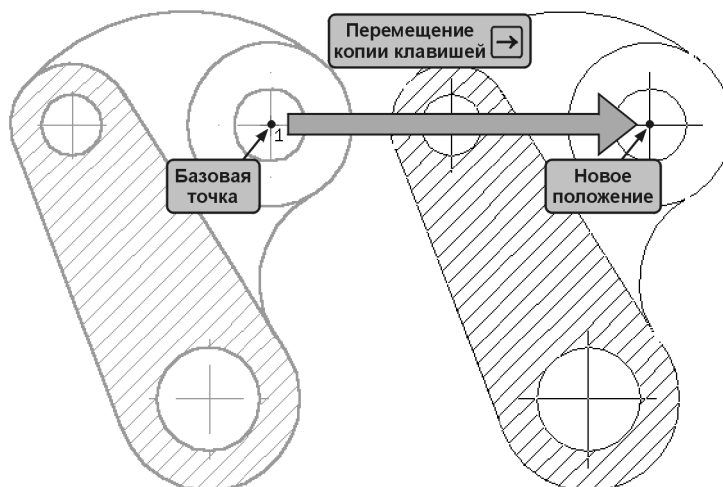

Рис. 14.7. Копирование детали
- 1.4. В ответ на запрос системы **Укажите базовую точку выделенных объектов или введите координаты** поместите курсор рядом с центром окружности в правой части детали (рис. 14.7).
1.8. Добейтесь расположения ее под заголовком *Деталь Б (зеркально)* (рис. 14.7).